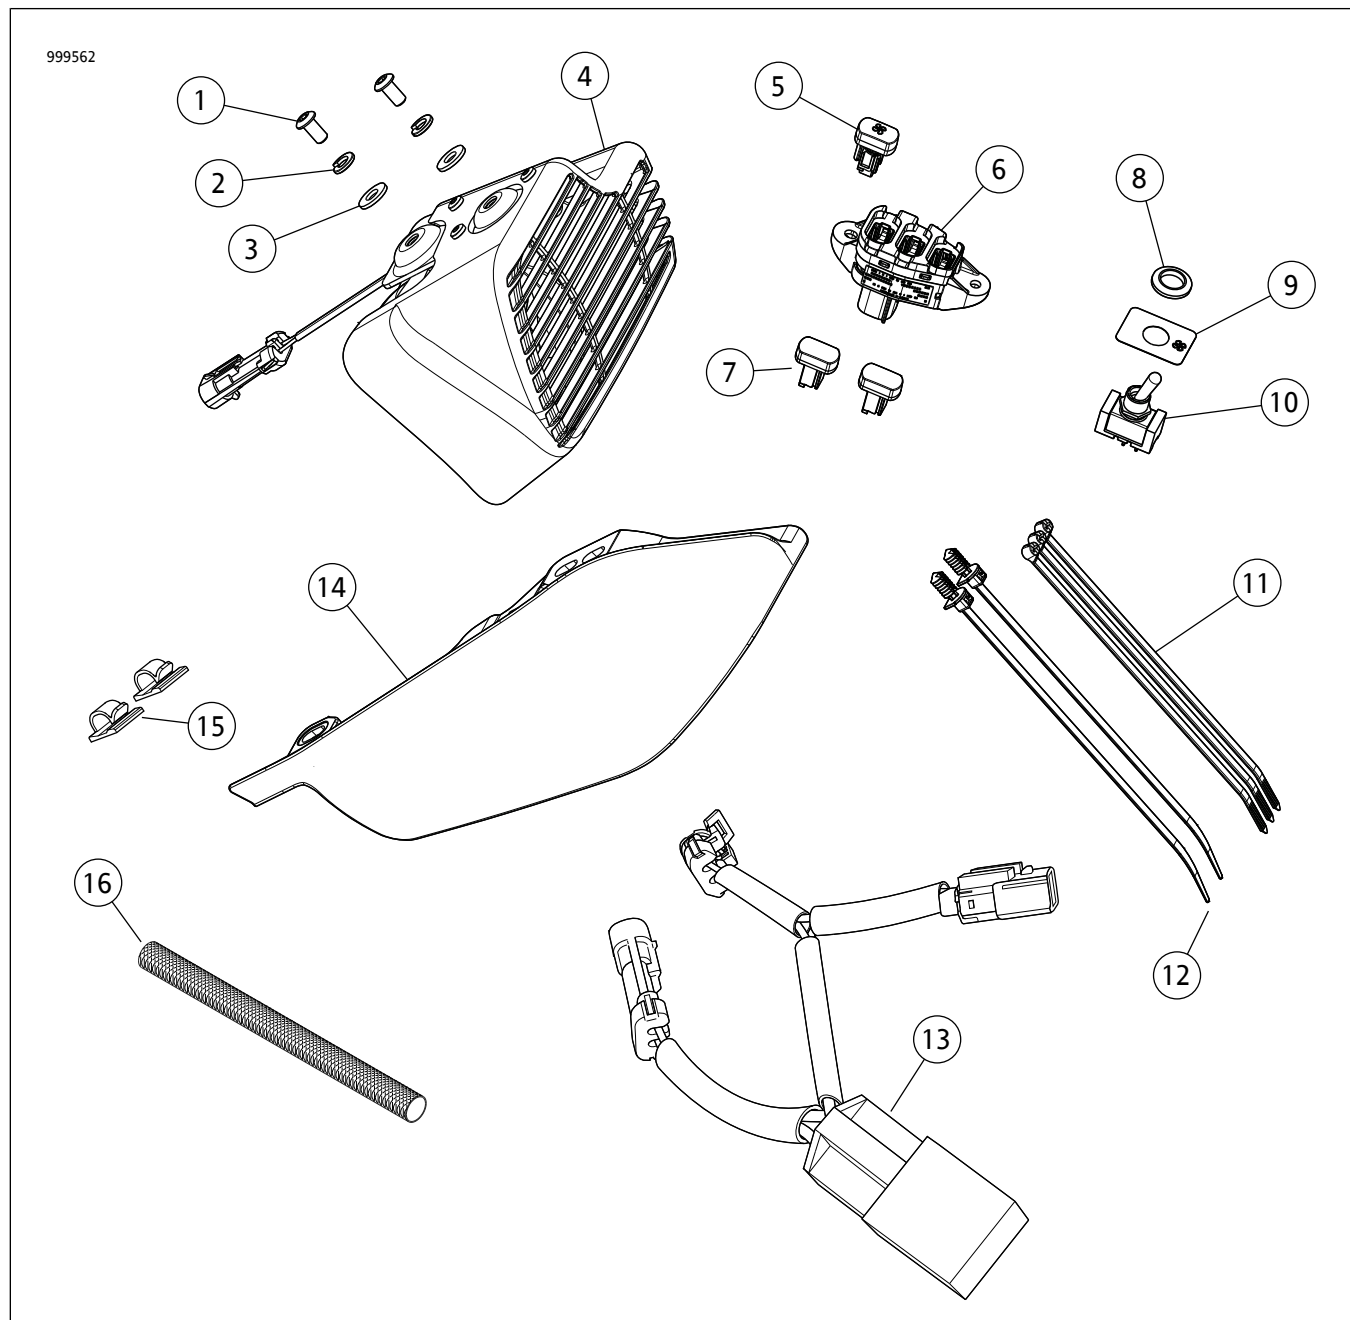

图7。维修零件：风扇套件
参见图7和表1。
1. 参见图7。如果之前配有中车架导流板，则安装新的导流板(13)。
5. 参见图7。非挡风板开关位置：安装风扇开关(10)。
6. 参见图7。挡风板开关位置：安装风扇开关(5)。